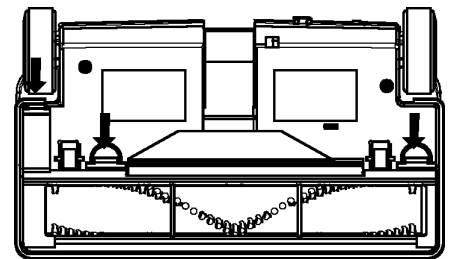

Figura 6
2. Presione las tres pinzas (como se ilustra en la Figura 6) y quite la cubierta del cepillo.